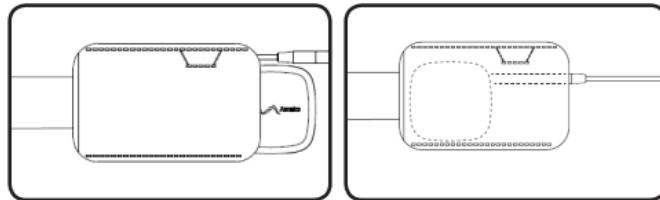

Figure 5 : insertion du stimulateur-test (TS) dans l'étui se trouvant sur la ceinture
2. Glisser le stimulateur-test (TS) dans l'étui se trouvant sur la ceinture. Enrouler l'extension du stimulateur-test (TS) autour du stimulateur-test (TS) (**Figure 5**). Le stimulateur-test (TS) est entièrement inséré lorsqu'il atteint la partie étroite de l'étui.